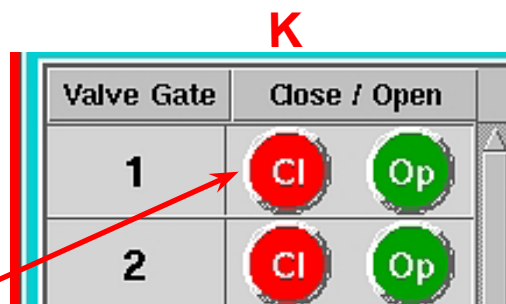

Figura 10: Strumento Prova Singoli Otturatori
- K. Chiudi una valvola alla volta.** E' possibile provare singoli otturatori con lo Strumento Otturatori facendo clic sul pulsante Impostazione nella riga dell'otturatore specifico. *Vedere figura 10.*
- L. Apri una valvola alla volta.** E' possibile provare singoli otturatori con lo Strumento Otturatori facendo clic sul pulsante Impostazione nella riga dello specifico otturatore. *Vedere figura 10.*